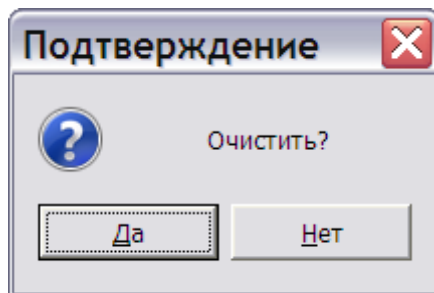

Рис. 21.90
2. После этого появится окно с запросом (Рис. 21.90).